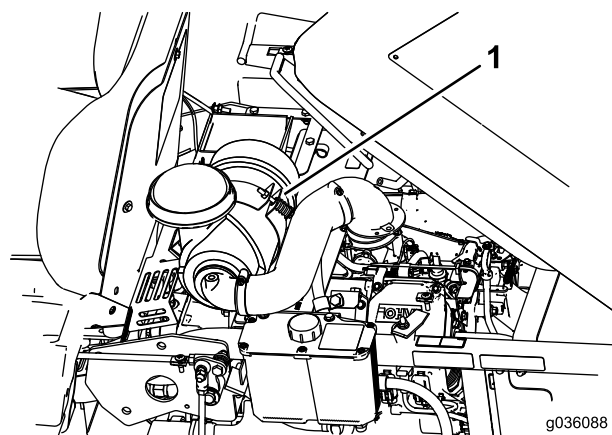

Figura 36
3. Para facilitar el acceso al enganche inferior, retire el perno, abra la abrazadera, y levante el limpiador de aire (Figura 36).
- Inserte el limpiador de aire en la abrazadera y sujételo con el perno que retiró anteriormente (Figura 36).